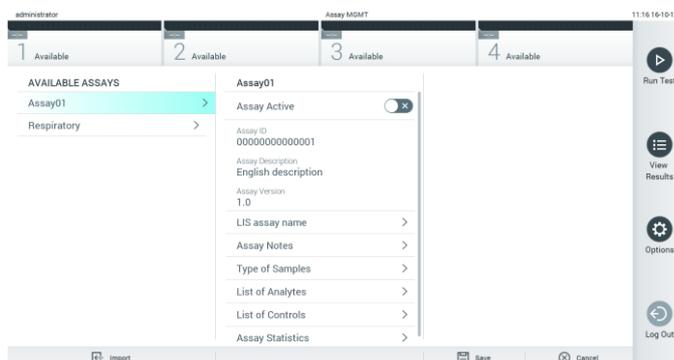

Figure 55. Écran Assay management (Gestion des dosages).
2. Pour importer le(s) nouveau(x) dosage(s) dans le QIAstat-Dx Analyzer 1.0, appuyez sur le bouton Options (Options) puis le bouton Assay Management (Gestion des dosages). L'écran Assay Management (Gestion des dosages) s'ouvre dans la zone de contenu de l'affichage (figure 55).